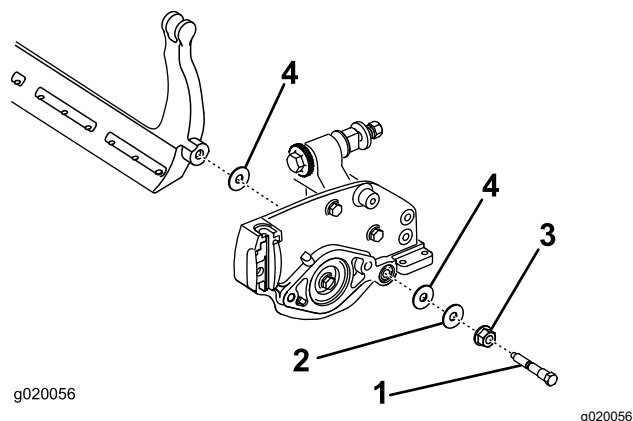

Рисунок 19
Не забудьте снять две нейлоновые и одну стальную шайбы с каждой стороны планки неподвижного ножа (Рисунок 19).
3. С каждой стороны установите нейлоновую шайбу на выступ боковой пластины. На нейлоновые шайбы установите стальные шайбы (Рисунок 19).